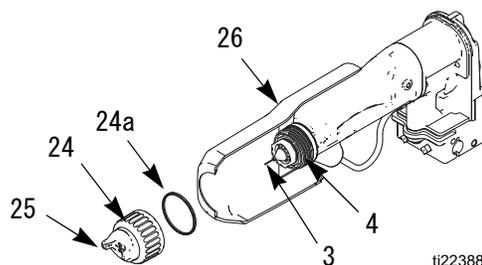

図 12. エアキャップおよび流体ノズルの清掃
2. エアキャップアセンブリ (24、25) とシュラウド (26) を取り外します。図 12 を参照してください。
3. 溶剤で湿らせた布で、ガンの流体ノズル (4) をきれいに拭きます。溶剤がエアの経路に入らないようにしてください。可能な場合は常に、ガンを清掃するときには下を向けて行ってください。
4. 流体ノズル (4) のエア経路にペンキが残っているように思われる場合には、サービス作業を行うためにガンをラインから外してください。清掃や交換のために流体ノズルを取り外す方法については、エアキャップ/ノズルの交換、28 ページを参照してください。
5. 柔らかな獣毛ブラシと溶剤を使ってエアキャップ (25) を清掃するか、適切な溶剤にエアキャップを浸して、布で拭いて清掃します。金属製の工具は使用しないでください。
6. シュラウド (26) をガン側にスライドします。
7. 注意しながらエアキャップ (25) を取り付けます。電極 (3) はエアキャップの中央の穴を通してください。エアキャップを回して希望の場所に移動します。
8. U カップ (24a) がリテーナング (24) の所定位置に取り付けられていることを確認してください。縁は前に向ける必要があります。エアキャップが所定位置にしっかりと固定されるまで保持リングを締めます。手でエアキャップホーンを回すことをできなくする必要があります。